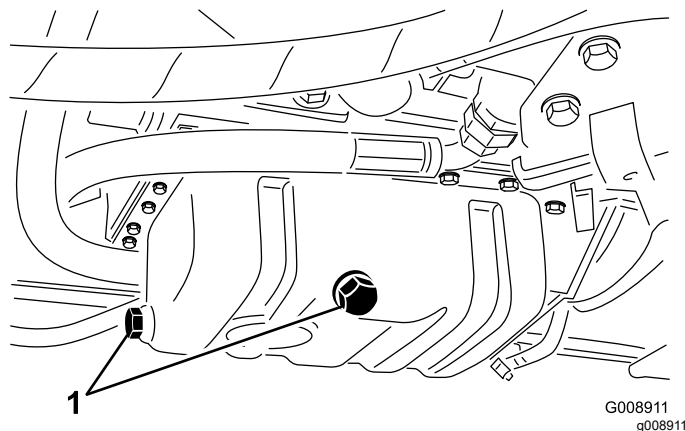

Figure 68
3. Enlevez un bouchon de vidange (Figure 68) et laissez couler l'huile dans un bac de vidange. Remettez le bouchon en place lorsque la vidange est terminée.